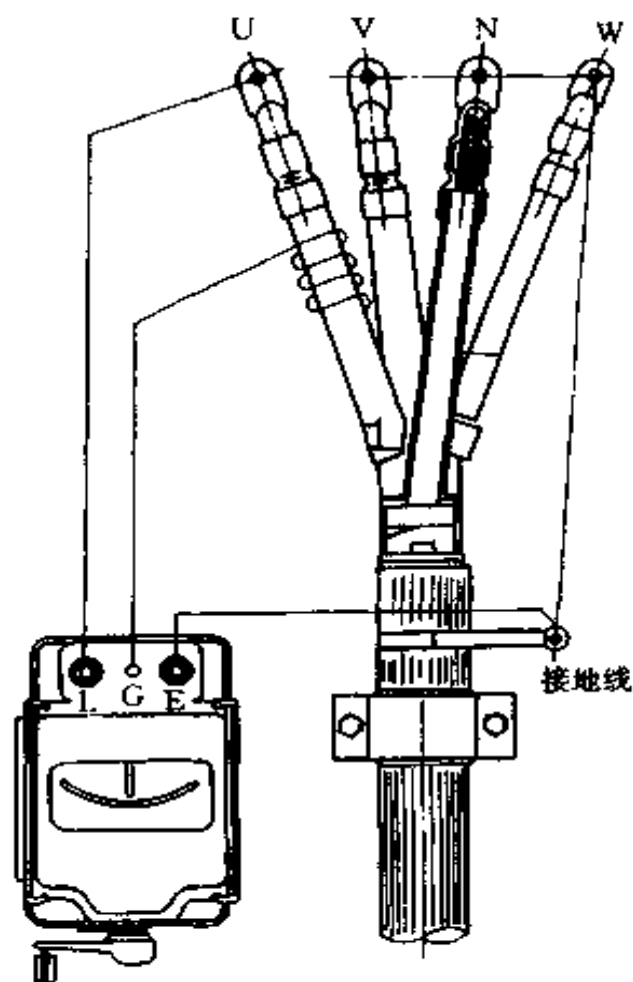

图 2-35 摇测 U 相对 V 相、W 相、N 线及外皮的实际接线图
② 摇测 U 相对 V 相、W 相、N 线及外皮的接线如图 2-35 所示。兆欧表的 E 接 V 相、W 相、N 线的线芯及外皮上，G 接 U 相的绝缘层上（绕 3~5 圈），挑起 L 线，待摇动兆欧表手柄达每分钟 120 转时，再将 L 线搭接在 U 相线芯上；
③ 摇测时，仪表水平放置，以 120r/min 转速匀速摇测，待表针稳定一分钟后取读数，然后撤下 L 线再停摇表。